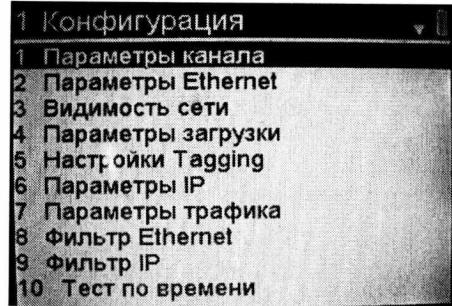

Рисунок 7
5.7.4 Нажать на стрелки выделить **Конфигурация** и нажать кнопку **OK**. Появится окно «**1 Конфигурация**» с перечнем групп установок со списком всех имеющих экранов конфигурирования рисунок 7.